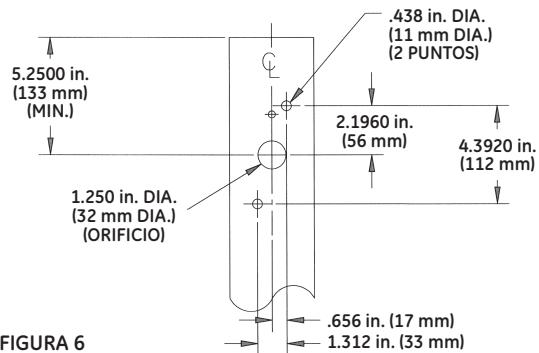

FIGURA 6
Esta luminaria se ha configurado de la misma forma que en la sección 4 y no se requiere una placa de adaptación para montarse en un poste cuadrado. El patrón de orificios en el poste cuadrado deberá ser acorde con la Figura 6.
- Para orientar la luminaria, afloje el perno de la junta articulada, ajuste la orientación de 0 a 45° (consulte la Figura 6) y apriete de 45 a 50 ft-lb (61 a 68 N-m).